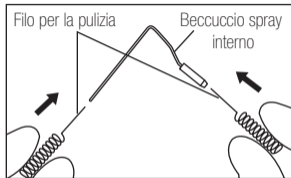

Fig. 8
- 1) Inserire il filo per la pulizia in linea retta nel beccuccio spray interno ed esterno. (Fig. 8,9)